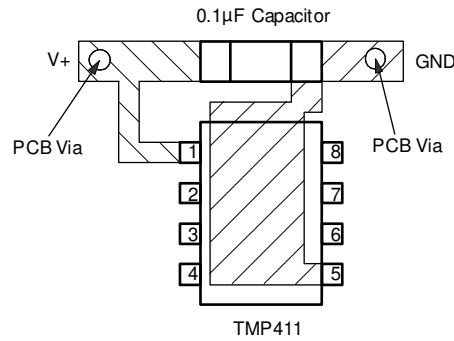

图 9-11. 建议的旁路电容器放置
- 在 TMP411/TMP411D 的 V+ 和 GND 引脚之间直接使用 0.1 μ F 的本地旁路电容器，如 图 9-11 所示。尽可能减小 D+ 和 D- 之间的滤波电容，使之达到 1000pF 或更低，从而实现出色的测量性能。此电容包括远程温度传感器和 TMP411/TMP411D 之间的任何电缆电容。